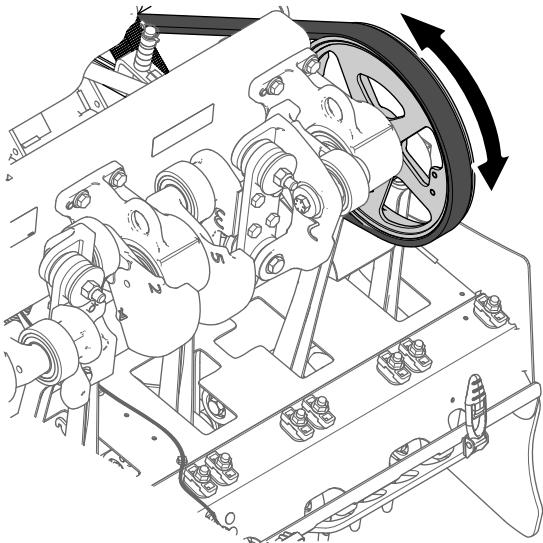
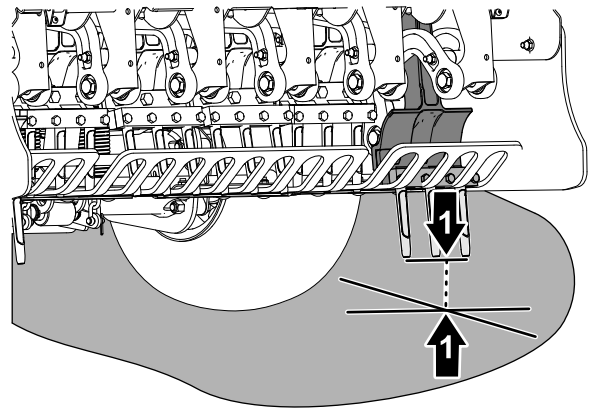

Figura 59
Figura 60
4. Gire la polea del cabezal de perforación (Figura 59) hasta que los taladros más exteriores estén alineados lo más cerca del suelo (Figura 60).